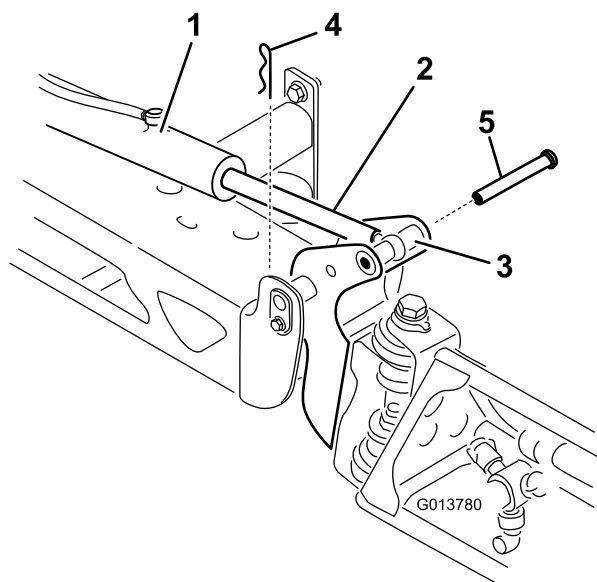

图 13
2. 从枢轴销 图 13 上拆下开口销。
- 向上提起喷洒臂拆下柱销 图 13 然后将喷洒臂慢慢放到地面上。
- 提升喷洒臂、使其枢轴对准提升器杆。支撑住喷洒臂将柱销插入喷洒臂枢轴和提升器杆 图 13。